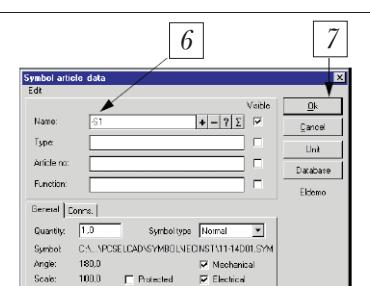

Рис. 7
- 6** – В открывшемся диалоговом окне *Symbol article data* (**рис. 7**) вписываем условное обозначение символа, к примеру – *S1*.